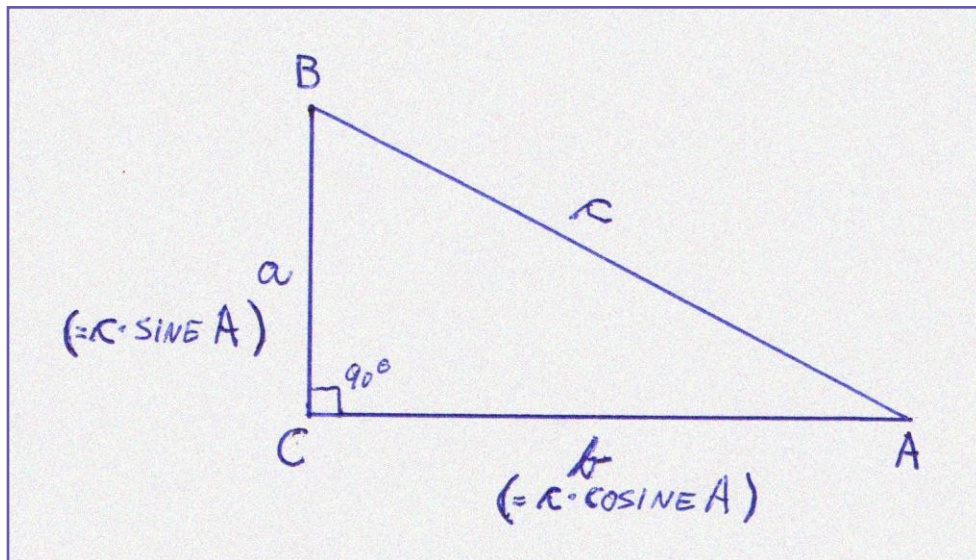

Fig 1. Il y a un angle droit en C
- Dans un triangle rectangle, comme celui de la figure 1 : $a^2 + b^2 = c^2$
Supposons que nous savons que $a = 3\text{mètres}$ et que l'angle $A = 28^\circ$ (voir la figure 1)